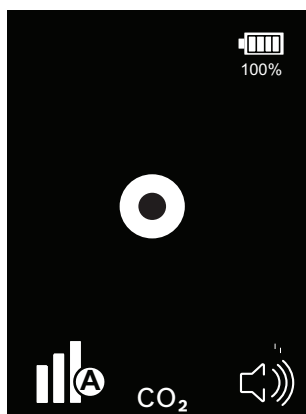

Fig. 6 : Fonctionnement continu
- ⇒ Le IR LD 1.0 émet une alarme continue en synchronisation avec le clignotement du cercle central (voir Fig. 6).